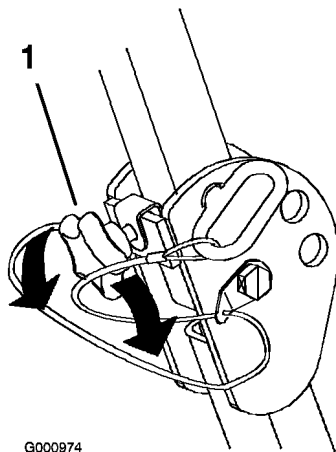

Bild 7
1. Lösen Sie zum Absenken des Überrollbügels die vorderen Handräder (Bild 7).
Wichtig: Ziehen Sie die vorderen Handräder gegen die mittleren Überrollbügelenden fest (Bild 7).